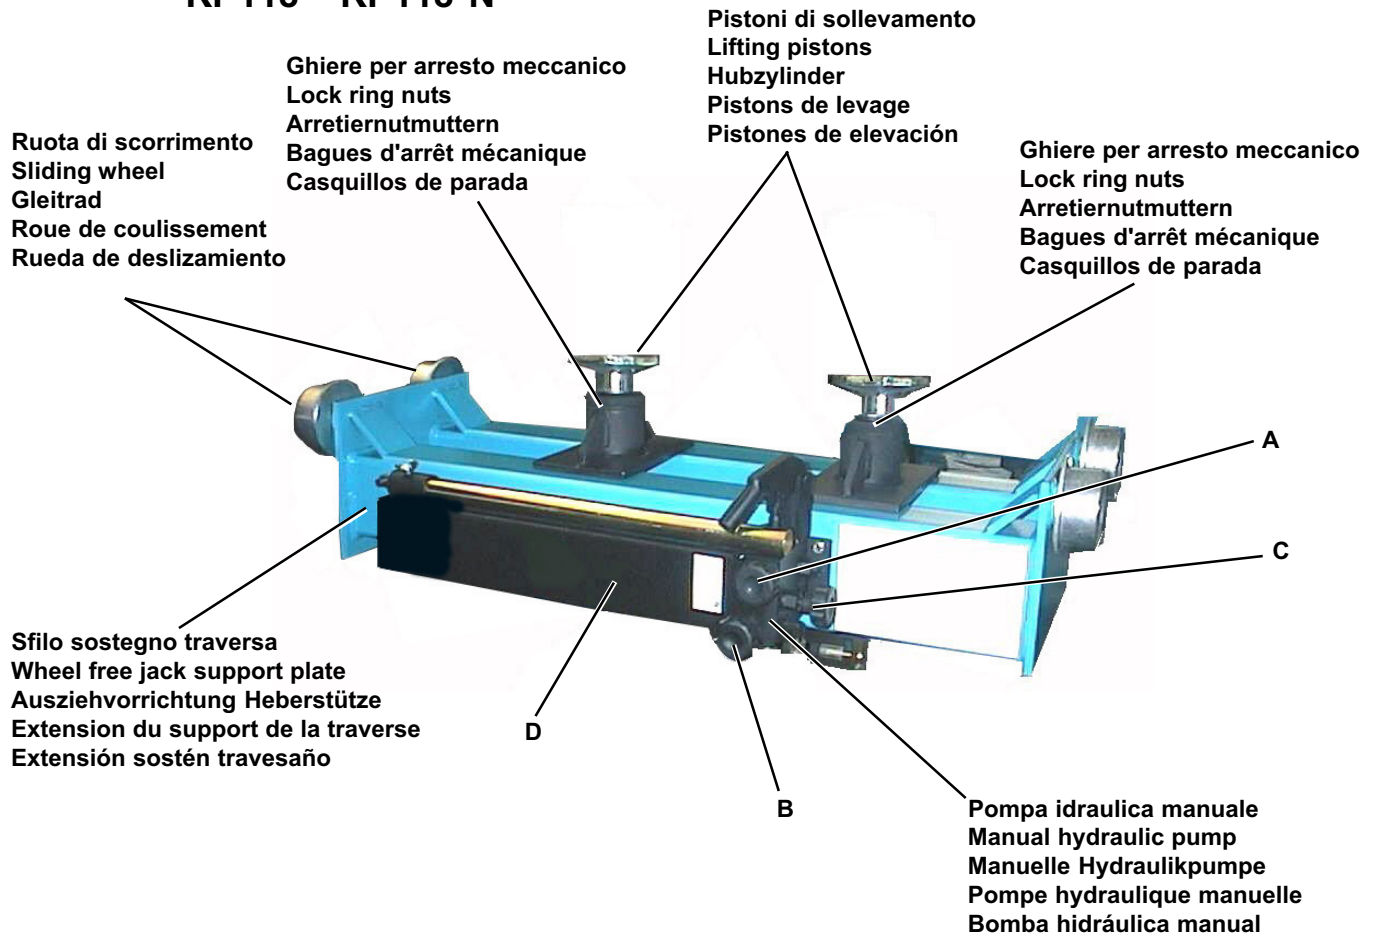

Fig. 1
- Traversa a funzionamento idraulico (vedi Fig. 1) versione KP118 - KP118N;
- Hydraulic jack (see fig. 1) version KP118 - KP118N;
- Hydraulisch betriebener Heber (siehe Abb. 1), Ausführung KP118-KP118N;
- Traverses à fonctionnement hydraulique (voir Fig. 1), version KP118 - KP118N;
- Travesaño con funcionamiento hidráulico (véase Fig. 1) versión KP118 - KP118N.
Con rif. a Fig. 1:
See Fig. 1
Zu Abb. 1:
Référence Fig. 1:
Con Ref. en Fig. 1: